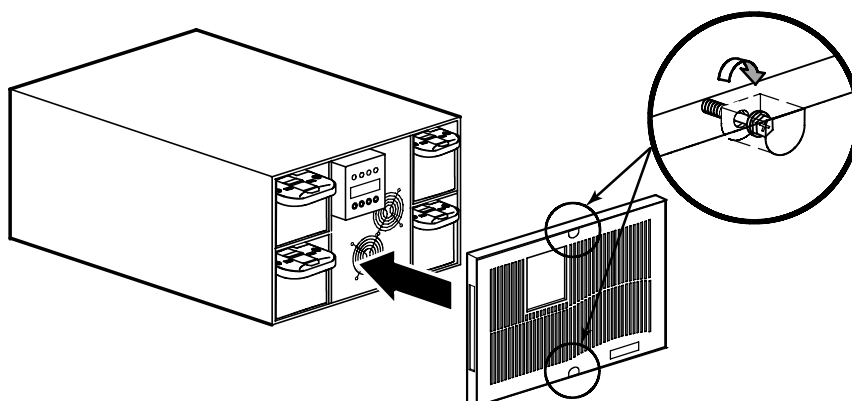

Figura 6. Sostituzione del pannello frontale UPS
3. Sostituire il pannello frontale dell'UPS e serrare le due viti anteriori corrispondenti (vedere Figura 6).